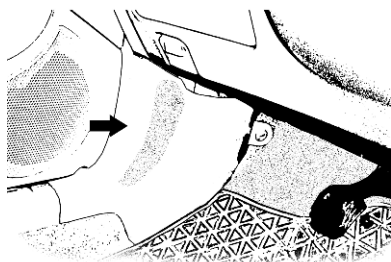
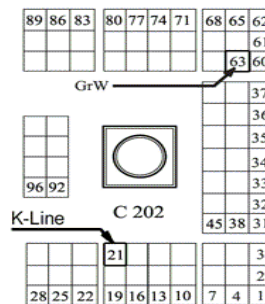

Рис. 3
Рис. 4 Нумерация со стороны подхода проводов.
31. Снимите с левой стороны машины декоративный кожух рис. 3. Найдите разъём C202 рис. 4.